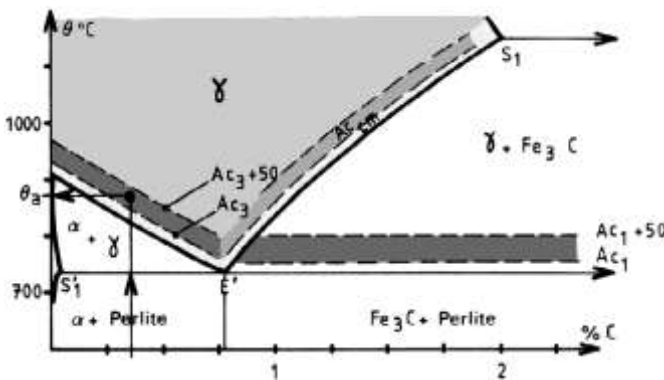

Figure 1 : bandes d'austénitisation des aciers.
- 1) On **chauffe** la pièce à une température  $\theta_t$  (appelée température de trempe), afin d'amener l'alliage à un état austénitique (*voir bandes d'austénisation Fig.1 page suivante*)
**Etape 1** d'un durcissement par trempe austénitique : **chauffer la pièce** à une température  $\theta_t$  (appelée température de trempe), afin d'amener l'alliage à un état austénitique (voir bandes d'austénitisation Fig.1).
Température de chauffe (voir figure 1):